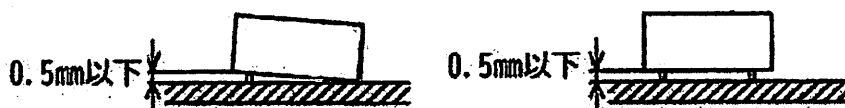

図2 ICソケット等の浮き上がり限界
- ② コネクタ、トグルスイッチ、タクトスイッチ等は、止まりがあるものは止まりまで差し込み、止まりがないものは基板に密着して取り付けすること。なお、浮き上がり限界は図2 に示すとおりとし、底面に突起がある場合は突起の先端からの寸法とする。